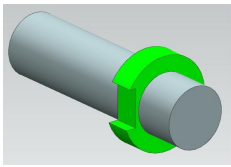

Рис.45
- Простой пример с этой кинематической связью представлен на рис.45.
- Попробуйте самостоятельно выполнить несложный пример с *винтовой парой* (рис.45). Исходные данные для этого примера возьмите из учебной директории **Prim_Vint**.